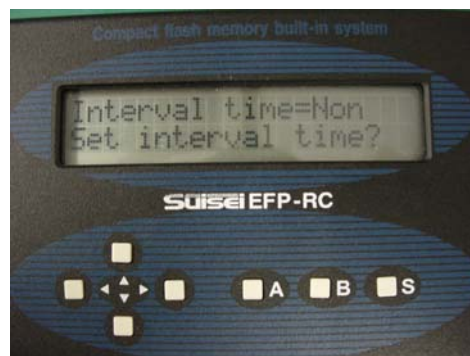

図 5.8 インターバルタイマー
- **S** : インターバルタイマー (**↑ ↓** で変更, **B** で中断) (図 5.8)